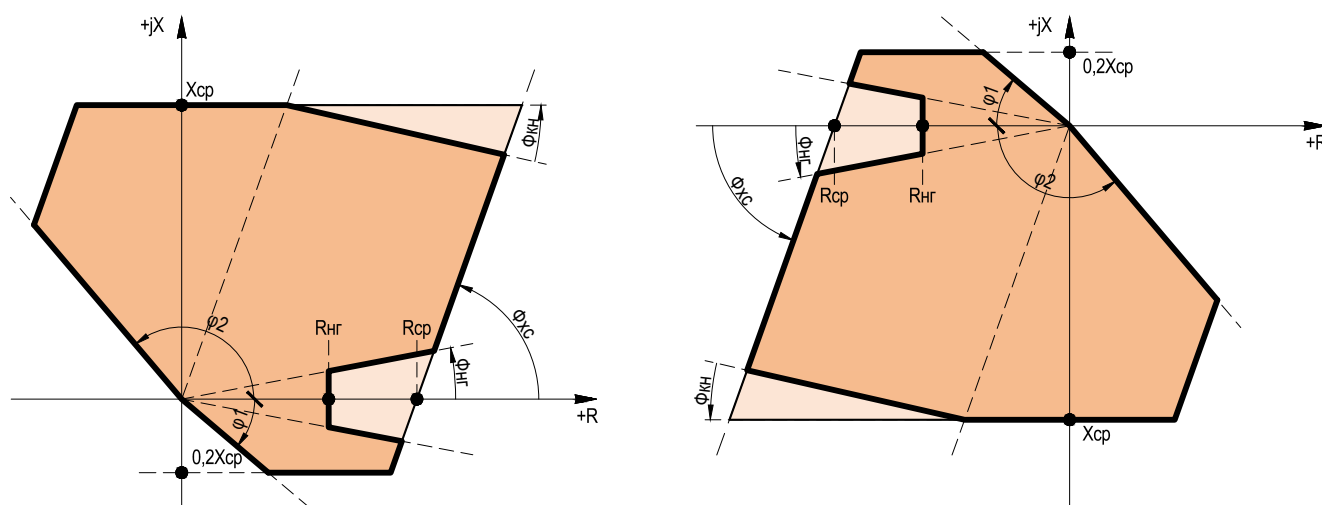

Рисунок 2.2 – Характеристики срабатывания реле сопротивления прямонаправленных и обратнонаправленных ступеней ДЗ
2.2.1.22 Ступени ДЗ предусматривают работу в направленном режиме. Если предусмотрен контроль направленности при АУ (уставка SGF4 введена в работу), то наличие сигнала «АУ: Ввод ускорения» позволяет выполнить пуск ступени ДЗ на момент включения выключателя без контроля направления. В каждой ступени ДЗ предусмотрена возможность выбора направленного режима работы контуров. Контроль направленности осуществляется с помощью уставки SGF3. Для обеспечения строгой направленности действия ступени, используется орган направления (ОН). Направление действия меняется в зависимости от положения уставки «Ненаправленная», «Прямонаправленная», «Обратнонаправленная». Характеристики срабатывания прямонаправленных и обратнонаправленных ступеней ДЗ приведены на рис. 2.2.